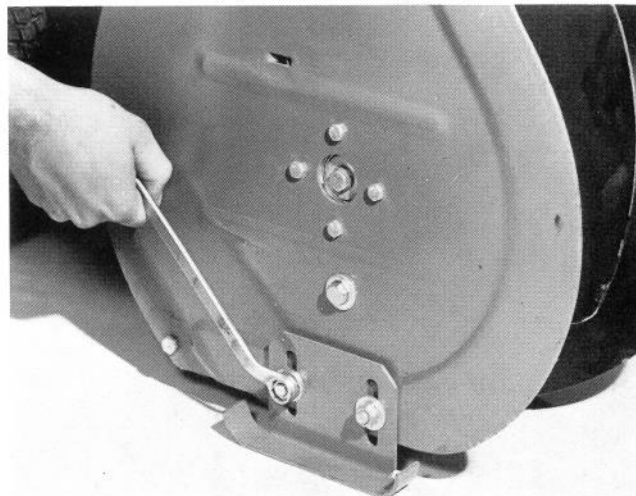

Abb. 30
1. Die Schneefräse auf eine ebene Fläche stellen und die vier Bundmutter (Abb. 30) lösen, damit beide Kufen an den Seitenplatten des Räumgehäuses in der Höhe verstellt werden können.
4. Wenn die Schneefräse auf Kies- oder Schotterflächen eingesetzt werden soll, die vier Bundmuttern (Abb. 30) lösen, mit denen die Kufen an den Seitenplatten des Räumgehäuses befestigt sind. Dann die Kufen ganz nach unten schieben, damit das Räumgehäuse grösstmöglichen Abstand vom Untergrund hat. Nun die Bundmuttern wieder festziehen.